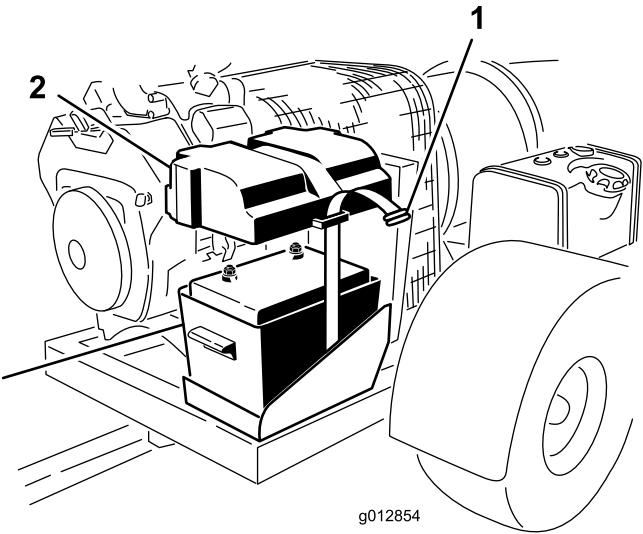

Figura 4
- Retire a fita que prende a tampa da bateria à caixa da bateria (Figura 4).